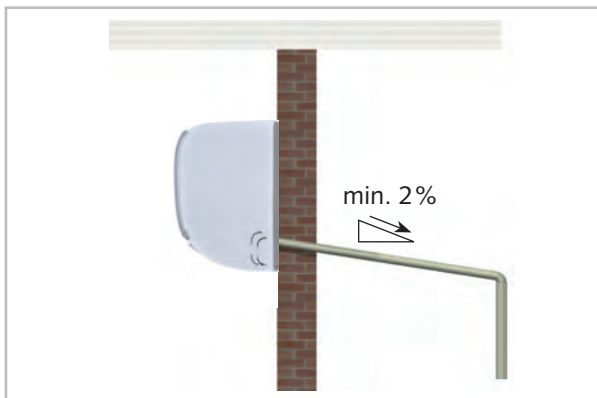

Abb. 23: Kondensatanschluss Innengerät
- Die bauseitige Kondensatleitung ist mit einem Gefälle von min. 2 % zu verlegen (Abb. 23). Gegebenenfalls sehen Sie eine dampfdiffusionsdichte Isolation vor.